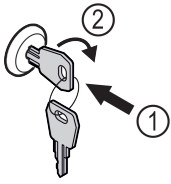

Fig. 123
- Пъхнете ключа. Fig. 123 (1)
- Завъртете го на 90° по посока на часовниковата стрелка. Fig. 123 (2)